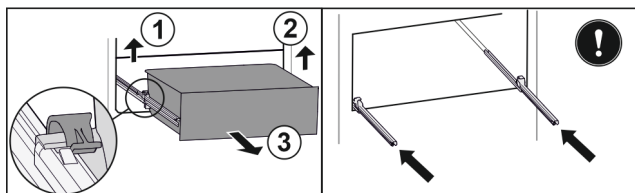

Fig. 79
- Sollevare il morsetto sinistro e allo stesso tempo tirare in avanti il cassetto sinistro. Fig. 79 (1)
- Sollevare il morsetto destro e allo stesso tempo tirare in avanti il cassetto destro. Fig. 79 (2)
- Rimuovere il cassetto tirandolo in avanti. Fig. 79 (3)